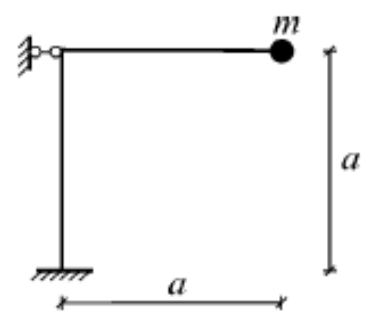

Рис. 2.17
4. Определить частоту собственных колебаний рамы постоянной жесткости  $EI$  с точечной массой  $m$  (рис. 2.17), пренебрегая массой стержней и демпфированием.